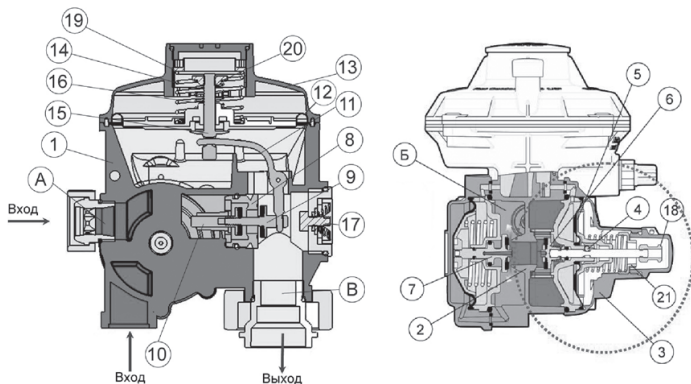

Рис. 1
2.3.9 Настройка выходного давления производится вращением регулировочной гайки 19 (см. рис.1), изменяющей затяжку пружины 14. При вращении по часовой стрелке выходное давление увеличивается, при вращении против часовой стрелки - уменьшается.